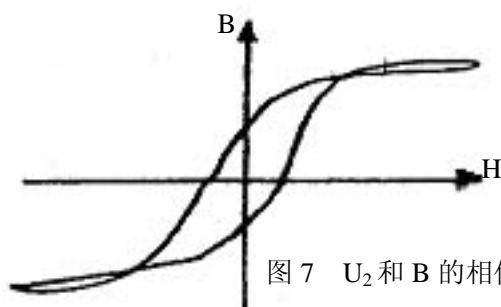

图 7  $U_2$  和 B 的相位差等因素引起的畸变
3. 观察磁滞回线：开启示波器电源，令光点位于坐标网格中心，令  $U=4.0V$ ，并分别调节示波器 X 和 Y 轴的灵敏度，使显示屏上出现图形大小合适的磁滞回线（若图形顶部出现编织状的小环，如图 7 所示，这时可降低励磁电压 U 予以消除）。